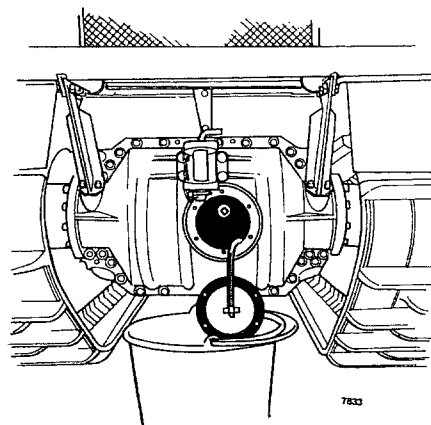

Fig 07-3. Avtapping av kylvätska ur kylare
3. Ta bort inspektionsluckan på frontkåpan och för ut slangen, se fig 07-3.